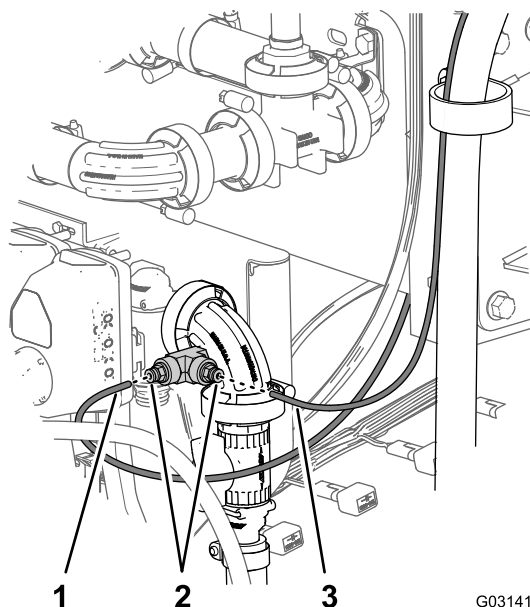

図 186
4. ダッシュボードの水圧計用の水圧検知チューブの口を、チューブカップラに入れる。チューブがカップラに完全に座るまで深く挿入すること 図 186。
5. ダッシュボードの水圧計用の水圧検知チューブの口を、チューブカップラに入れる。チューブがカップラに完全に座るまで深く挿入すること 図 186。